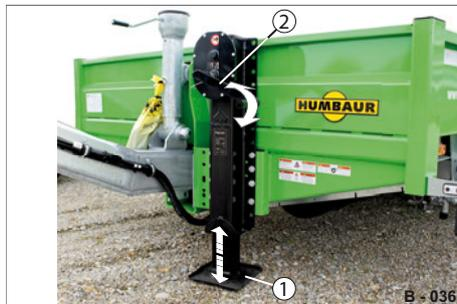

Abb. 35 Höhenangleichung (HS 89xx,10xx)
► Kurbeln Sie den Fuß der Getriebestützwinde (Abb. 35/1) mittel Kurbel (Abb. 35/2) herunter bzw. hoch.